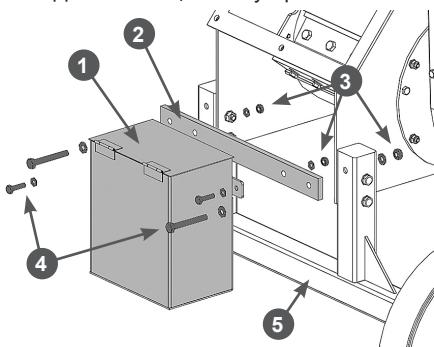

Рис. 10 Установка ящика для аккумулятора
8. Установите ящик для аккумулятора. Сначала прикрепите пластину крепления ящика к кронштейну колёс. Совместите отверстия в пластине 2 и кронштейне 5, вставьте в отверстия болты M10x80 и закрутите гайки M10 (Рис. 10). После этого прикрепите ящик к пластине. Совместите отверстия в ящике 1 и пластине 2, вставьте в отверстия болты M8x25 и закрутите гайки M8 (Рис. 10).